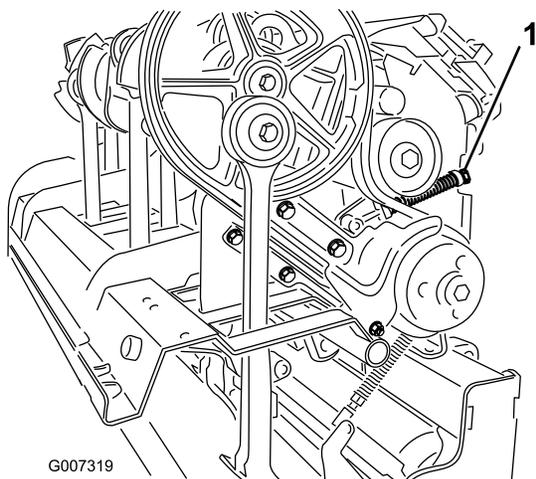

Figure 37
4. Pour détendre le ressort de la poulie de tension, desserrez le contre-écrou de fixation du dispositif de retenue du ressort (Figure 37) et tournez celui-ci.